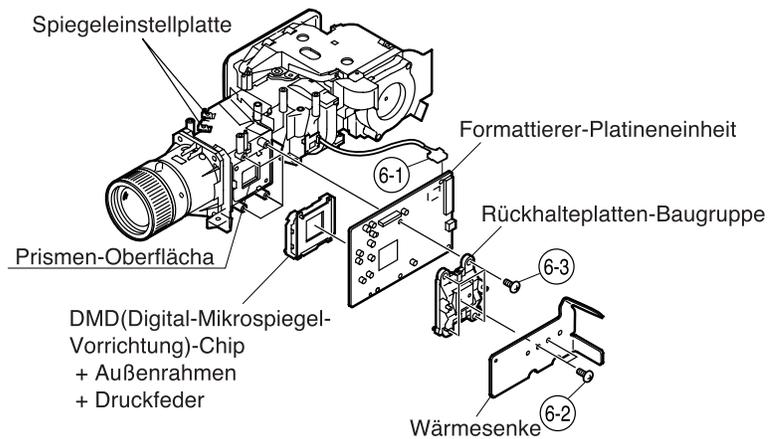

Abbildung 1 — Schatten
2. Falls ein Schatten auf dem Projektionsschirm erscheint, wie in der Abbildung 1, die beide Schrauben von der Spiegeleinstellplatte lockern und diese Platte bewegen, um das Leuchtfeld des DMD-Chips einzustellen.